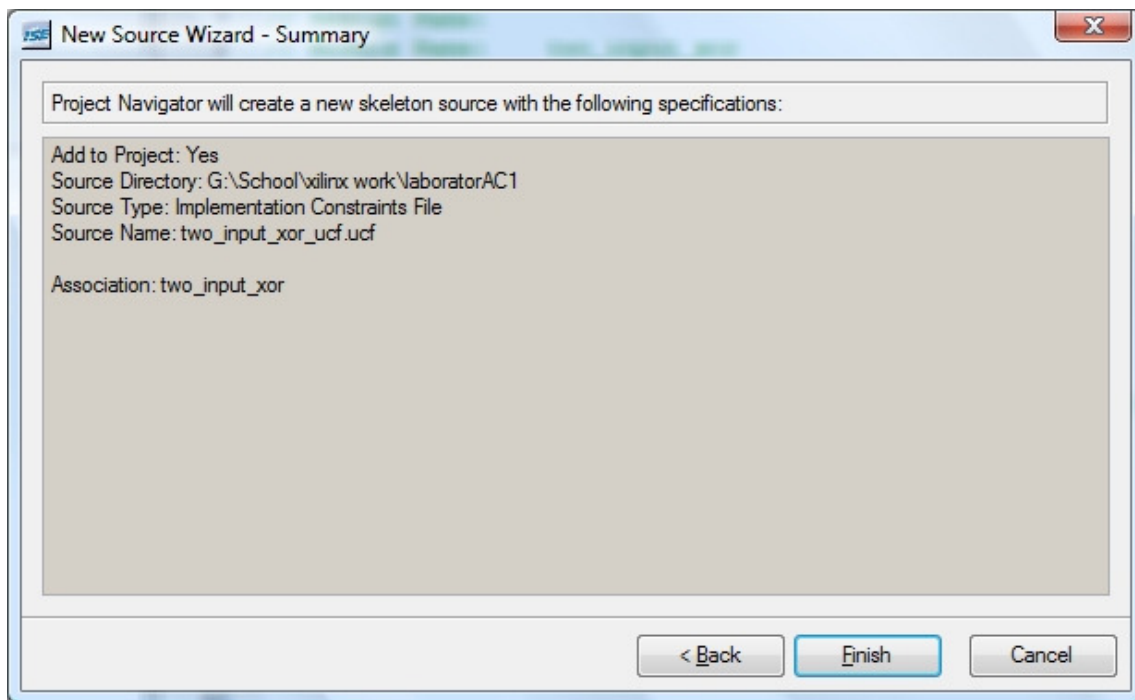

Figura 6.3
- Se va obtine un sumar al setarilor realizate (Figura 6.3).